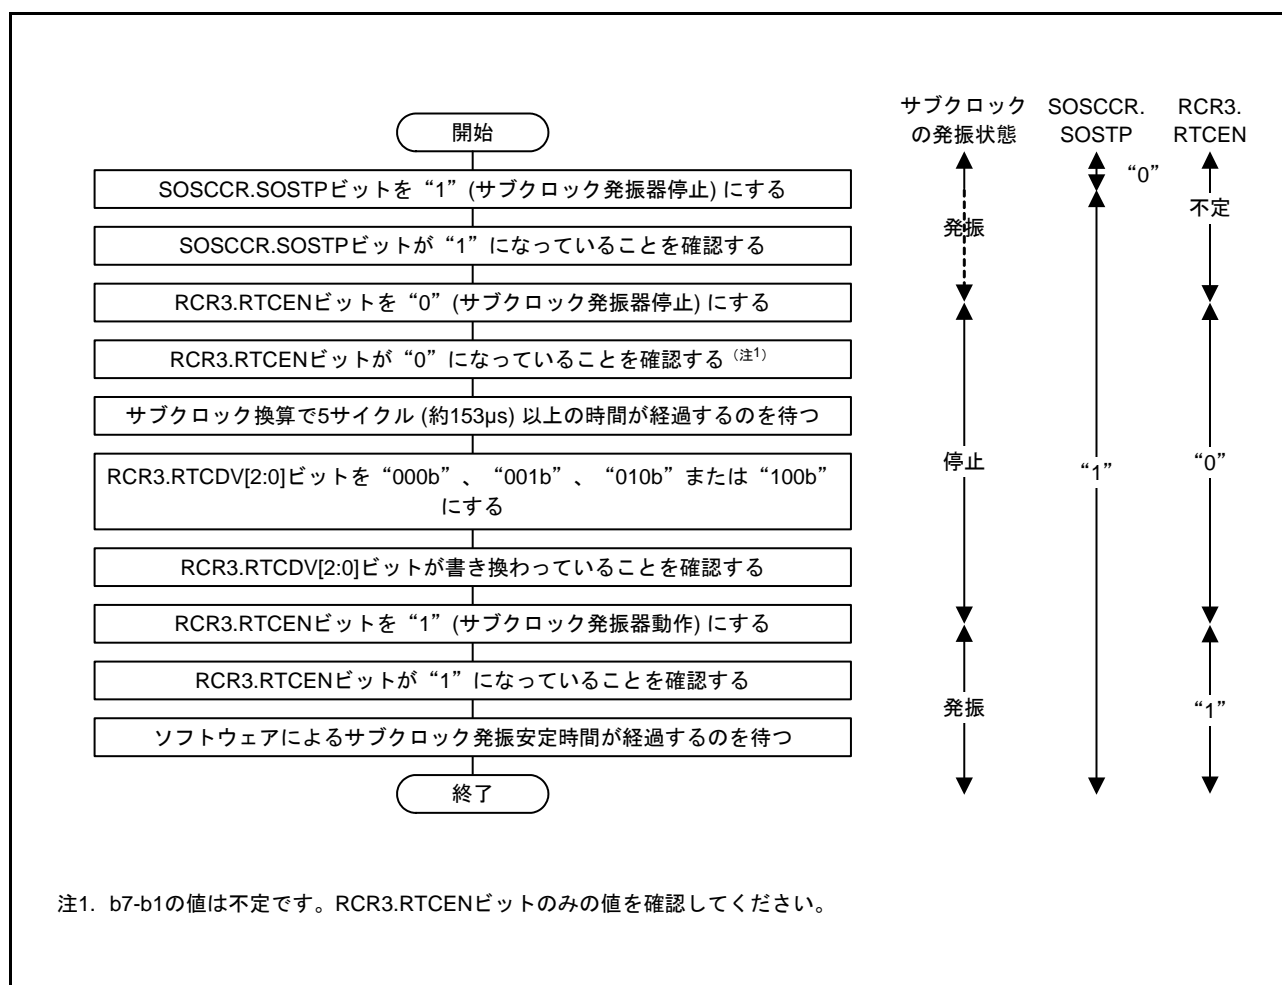

図 9.10 サブクロックをリアルタイムクロックのカウンタソースのみに使用する場合の初期化フローチャート例
- サブクロックをリアルタイムクロックのカウンタソースのみに使用する場合は、図 9.10 のフローチャートの例に従って初期設定してください。その後、「24.3.2 クロックとカウンタモード設定手順」に記載されたクロック設定手順に従って設定してください。